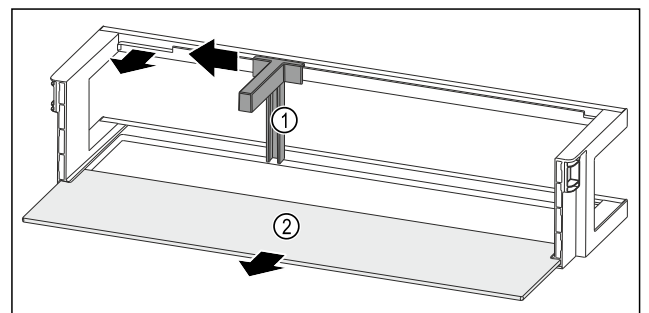

Fig. 261 带瓶托和搁板的门边存放架
- ▶ 将瓶托 Fig. 261 (1) 推至槽边。
- ▶ 取出瓶托 Fig. 261 (1)。
- ▶ 取出搁板 Fig. 261 (2)。